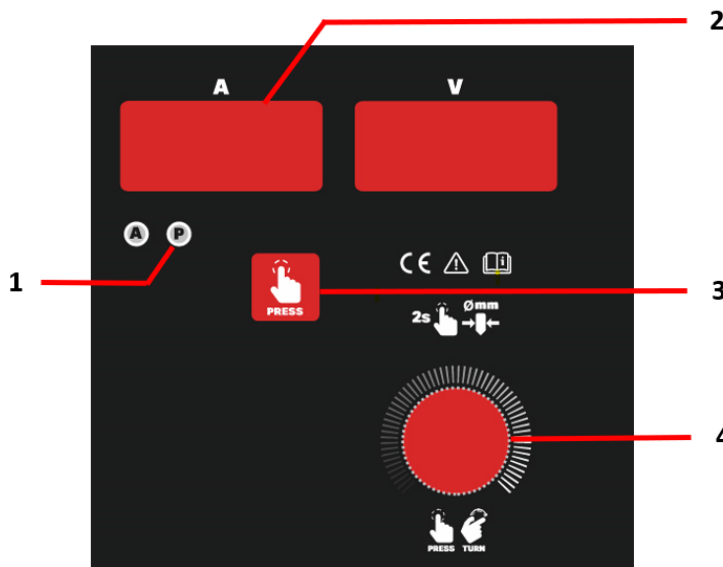

Fig. 8 – Memórias de soldadura
- ajustar os parâmetros e premir tecla (Fig.8 – 3) até o LED P (Fig.8 – 1) acender. Depois premir o botão de seleção/regulação de parâmetros durante 2 segundos até o display digital mostrar P1. Seguidamente, girar o botão de seleção/regulação de parâmetros (Fig.8 – 4) para o número de memória desejado. Finalmente, premir o botão de seleção/regulação de parâmetros até que o display digital mostrar MEM.
- Premir tecla (Fig.8 – 3) até o LED P (Fig.8 – 1) acender. Seguidamente, girar o botão de seleção/regulação de parâmetros (Fig.8 – 4) para o número de memória desejado. Espere 2 segundos e a sua memória está disponível.